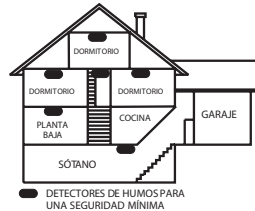

Figura 3. Instalación en viviendas unifamiliares de más de una planta.
- c Instale un detector de humos en cada planta de la vivienda, como muestra la Figura 3.